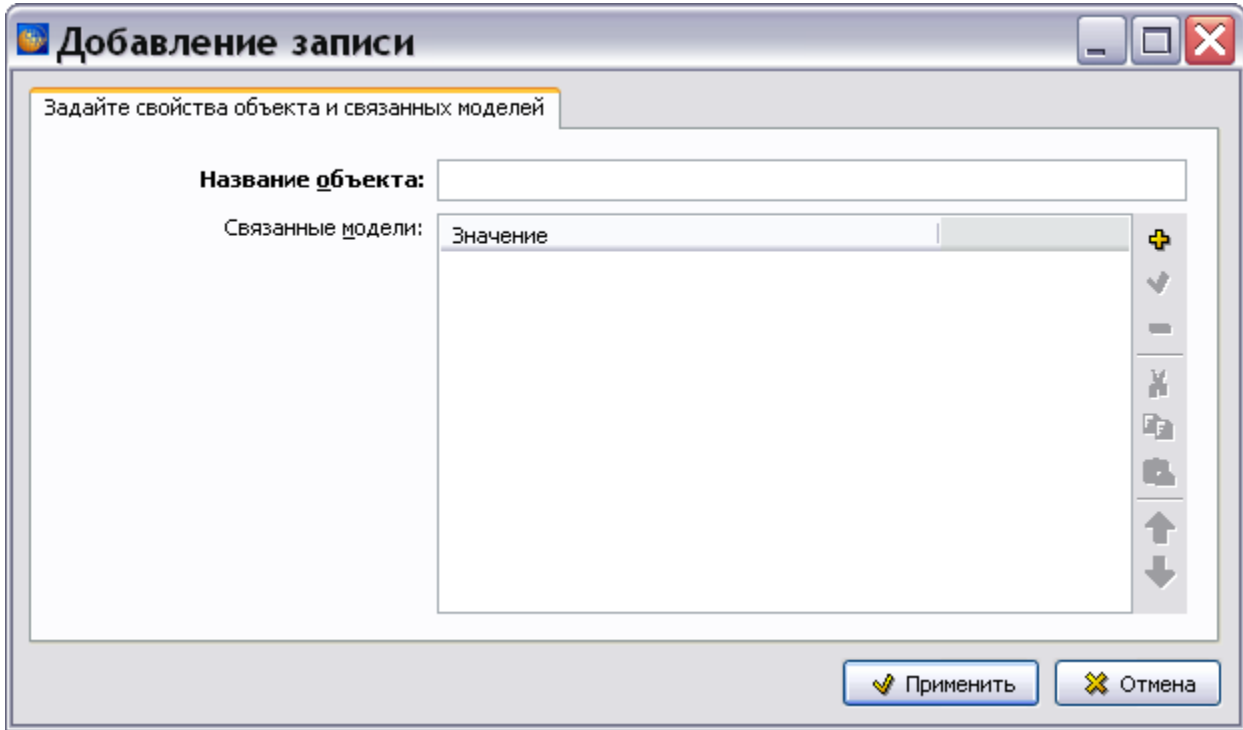

Рис. 17.5
1. Нажмите на кнопку **Добавить** . После этого появится окно **Добавление записи** (Рис. 17.5).